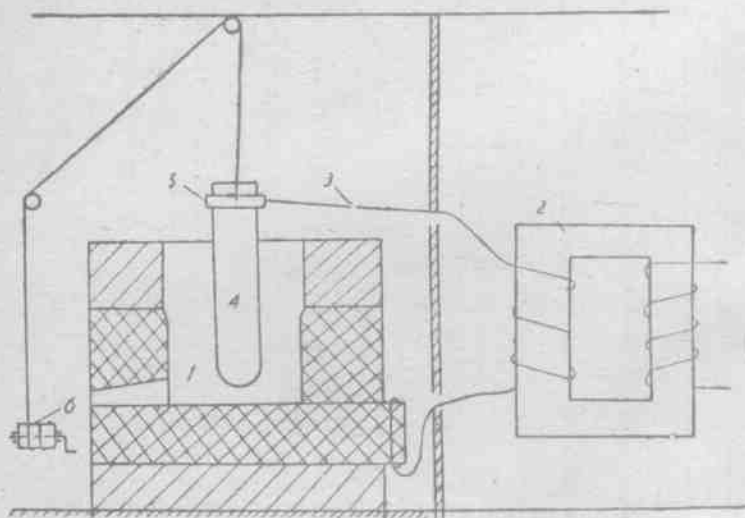

图 2 四十仟伏安简易电爐构造示意图
- 附图 2 爐体砌筑总图
如图 2 所示, 简易电爐由爐缸、变压器、短网、电极、夹头和手动卷揚机等部分组成。